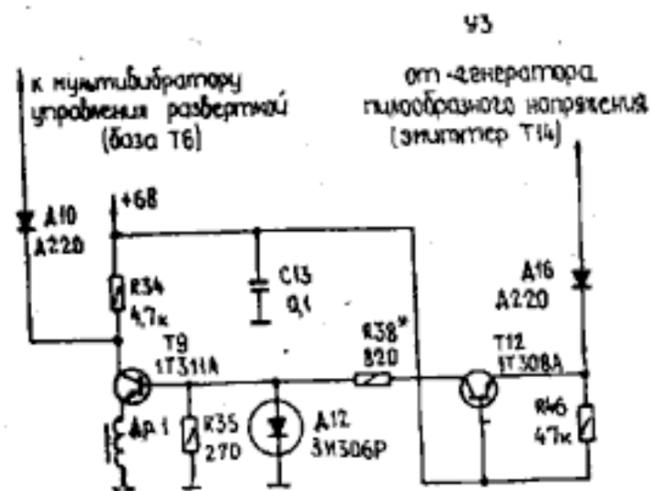
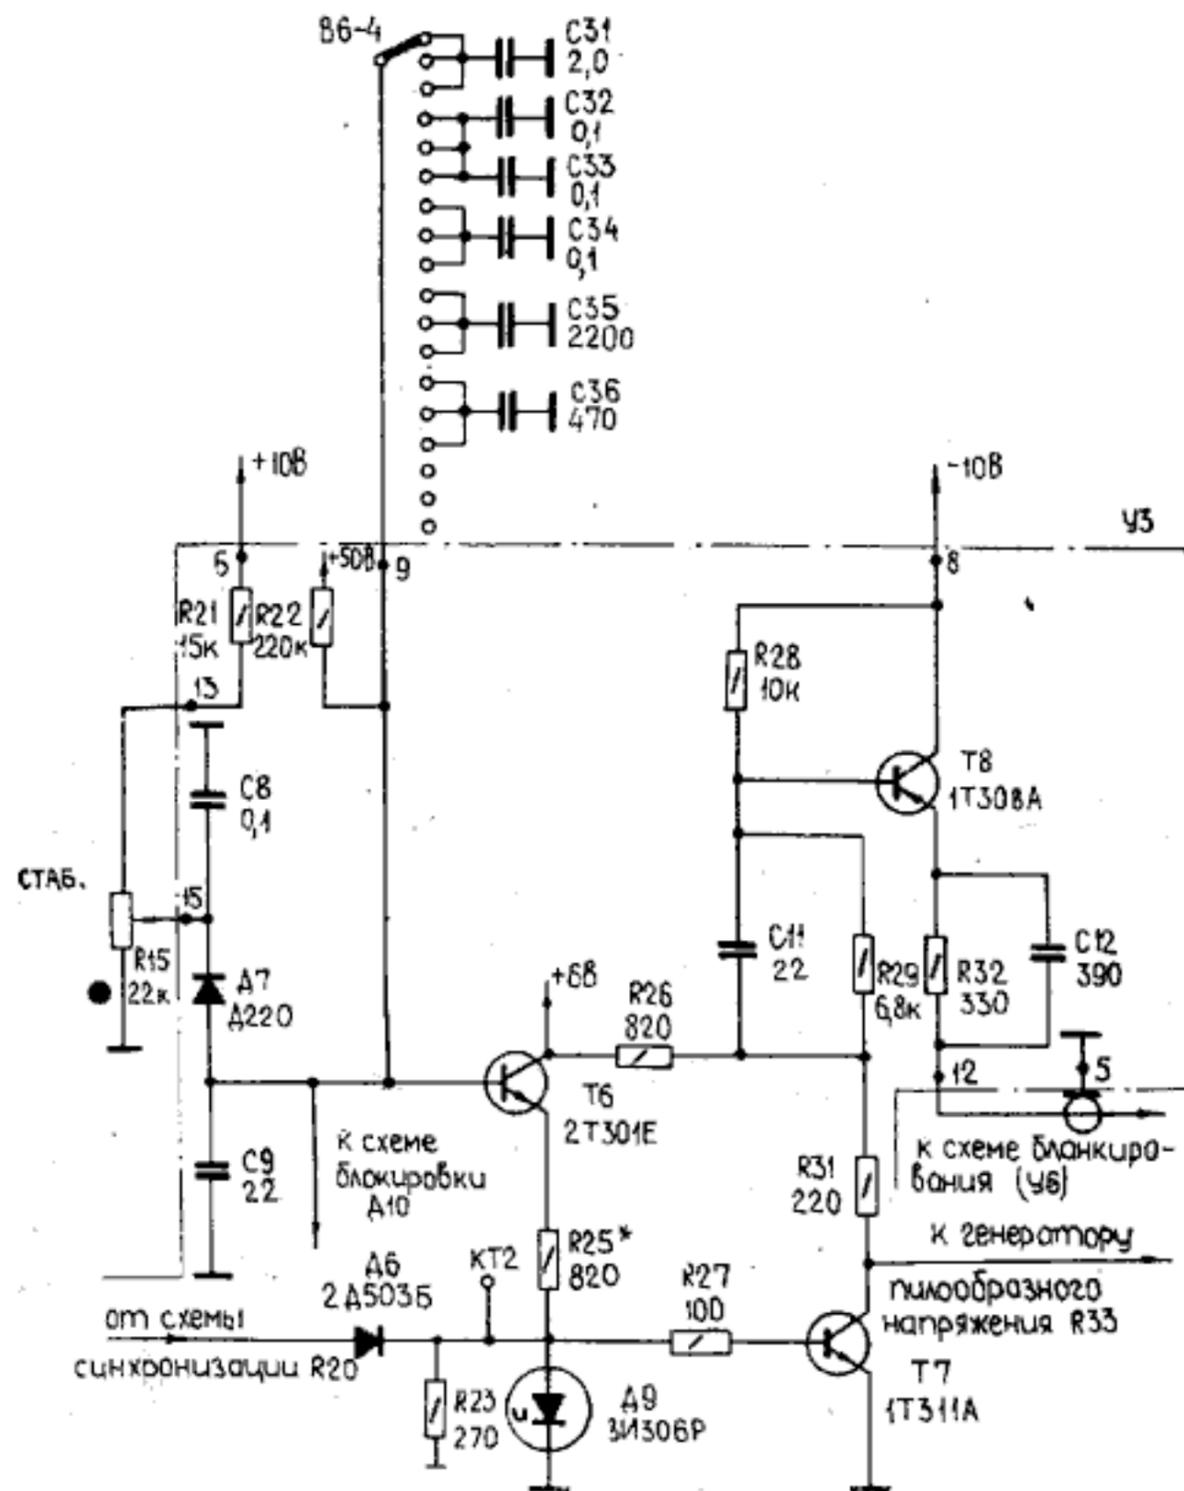

Рис. 9. Схема блокировки.
Рис. 7. Мультивибратор управления разверткой.
5.2.10. Схема блокировки и возвращения в исходное состояние предохраняет генератор развертки от повторного запуска в течение обратного хода и времени восстановления всей схемы генератора развертки, а также задает амплитуду выходного пилообразного напряжения. Схема блокировки (рис. 9) состоит из диодов Д10 и Д16, туннельного диода Д12, транзисторов Т9, Т12, времязадающей цепи R22, С31—С36 (рис. 7), выбираемой переключателем В5. В начале рабочего хода развертки диоды Д10 и Д16 заперты, туннельный диод Д12 в низковольтном состоянии, транзисторы Т9 и Т12 заперты. При достижении определенной амплитуды пилообразного напряжения на нагрузке эмиттерного повторителя Т14 диод Д16 открывается.
Открывается и транзистор Т12, переводя туннельный диод в высоковольтное состояние. Это приводит к отпиранию транзистора Т9. Напряжение на его коллекторе уменьшается, открывая диод Д10. Один из блокировочных конденсаторов быстро разряжается до потенциала коллектора транзистора Т9. Соответствующий блокировочный конденсатор выбирается переключателем В5. Отрицательный скачок напряжения с коллектора транзистора Т9 подается на базу эмиттерного повторителя Т6 (рис. 7), запирает его и переводит туннельный диод Д9 в низковольтное состояние, т. е. возвращает мультивибратор в исходное состояние. При этом ключ Т10 открывается и диод Д13 на-
5.2.8. Мультивибратор управления разверткой (рис. 7)